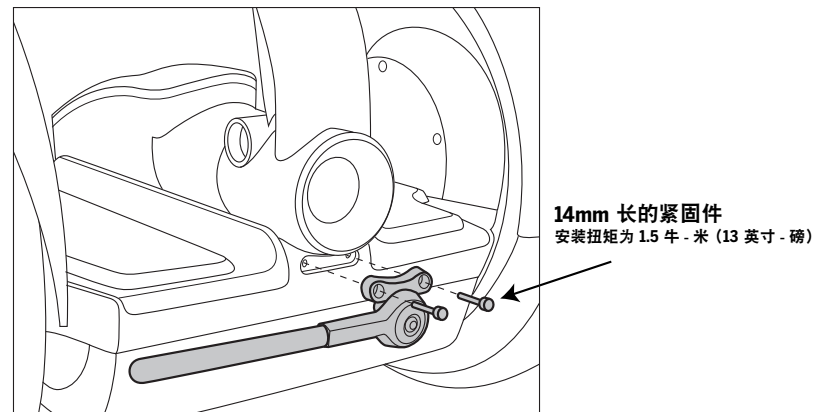

图 2. 固定停车支架
3. 将停车支架与前饰片上的孔对齐。请参见图 2。
4. 将本套件随附的 2 个 14mm 长的紧固件穿过停车支架，拧入前饰片。请参见图 2。使用 4mm 六角扳手拧紧到 1.5 牛·米 (13 英寸·磅)。